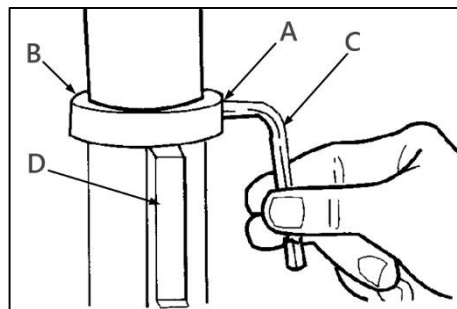
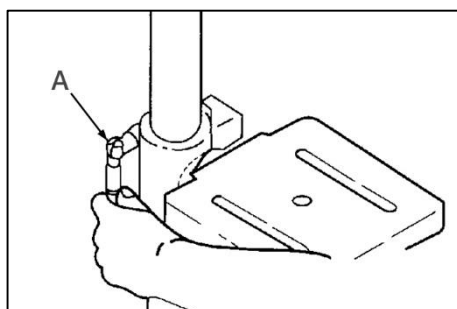

Рисунок 3.
Рисунок 6.
Ослабьте установочный винт (A) (рис. 3) на зажимном кольце (B) при помощи шестигранного ключа 3 мм (C), снимите кольцо и зубчатую рейку (D) с колонны.
Установите зажимное кольцо (B) (рис. 3), затяните установочный винт (A) при помощи шестигранного ключа 3 мм (C), чтобы зубчатая рейка (D) могла перемещаться при повороте стола влево или вправо вокруг колонны, кольцо должно сидеть свободно на зубчатой рейке и не под углом к колонне. Затяните установочный винт достаточно, чтобы удерживать кольцо на месте, иначе деталь может сломаться из-за высокого давления. Установите рукоятку фиксации рабочего стола (A) (рис. 6). Для перемещения стола – ослабьте рукоятку и вращайте подъемный вал червячной передачи по часовой стрелке, при помощи рукоятки перемещения стола. После настройки затяните рукоятку.